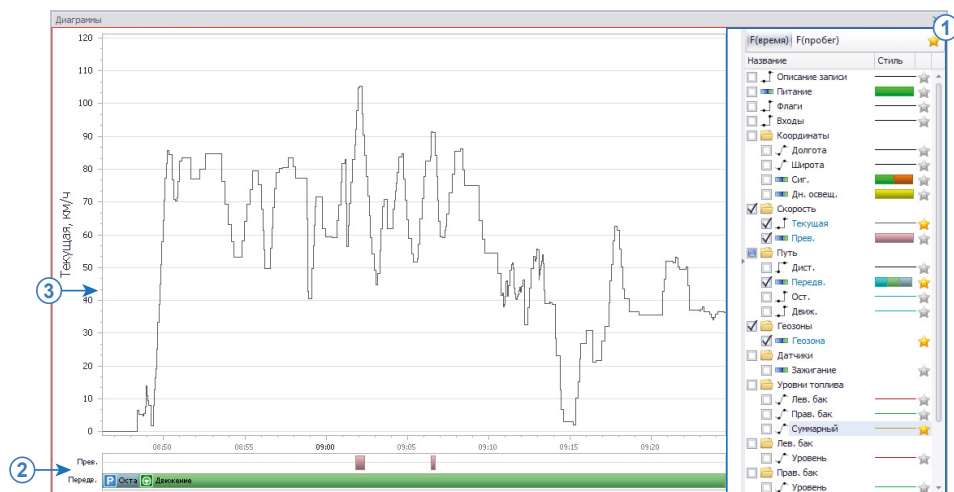

Рис.245. Модуль просмотра диаграмм.
- При выборе данных для просмотра в Модуле просмотра диаграмм отображается список графиков и диаграмм параметров, доступных для выбранного транспортного средства (Рис.245, п.1).
- Если параметр имеет тип «Переключатель», то для этого параметра будет построена диаграмма изменения состояний во времени или в зависимости от пробега (Рис.245, п.2). Если параметр не является переключателем, то будет построен график зависимости параметра от времени или пробега (Рис.245, п.3).